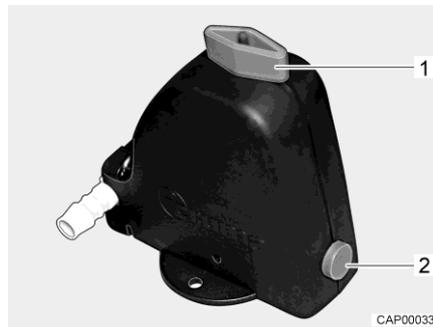
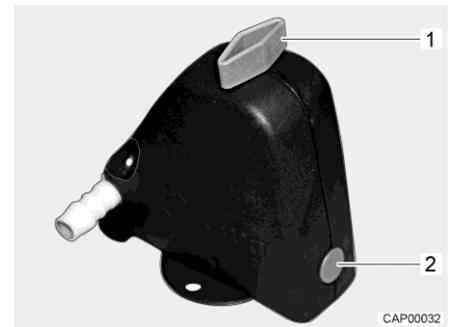

Bild 88 Sicherheits-/Ablassventil geöffnet
Bild 89 Sicherheits-/Ablassventil geschlossen
- Sicherheits-/Ablassventil schließen. Dazu Drehknopf (Bild 88,1) quer zum Sicherheits-/Ablassventil drehen und Druckknopf (Bild 88,2) hineindrücken. Das geschlossene Sicherheits-/Ablassventil ist in Bild 89 dargestellt. Bei Temperaturen unter 6 °C lässt sich das Sicherheits-/Ablassventil nicht schließen.